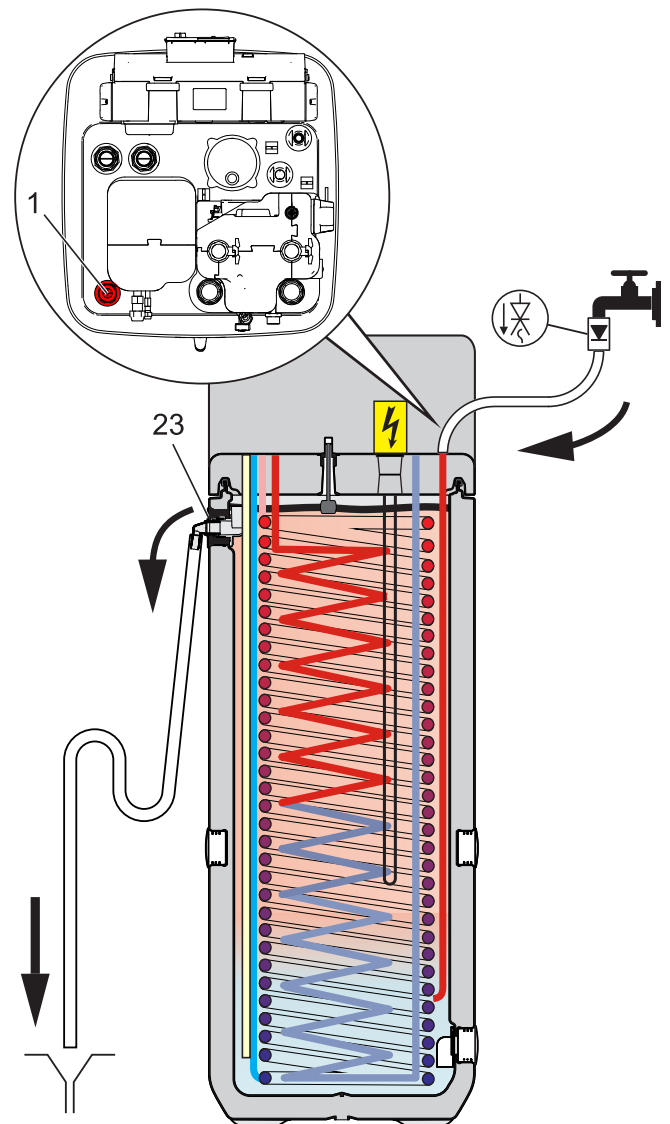

Fig. 47-1 Llenado del acumulador intermedio - sin sistema solar DrainBack conectado
- 1 Conecte una **tubería de llenado** con bloqueo de retorno (1/2") con la **conexión "impulsión solar"** (Fig. 47-1, pos. 1).
- 2 Llenar el depósito acumulador de la Daikin Altherma EHS(X/H) **hasta que el agua salga por la conexión de desagüe** (Fig. 47-1, pos. 23) .
- 3 Llenar el depósito acumulador de la Daikin Altherma EHS(X/H) **hasta que el agua salga por la conexión de desagüe** (Fig. 47-1, pos. 23) .